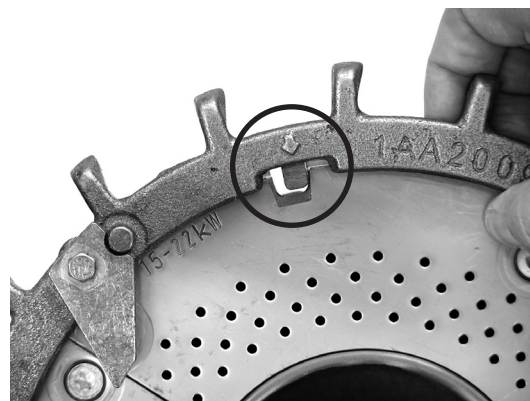

Fig. 10
2. A tale scopo ruotare l'anello di estrazione ceneri con la tacca di estrazione (Fig. 10) e sollevare l'anello nel punto indicato. Poi estrarre l'anello dal braciere.